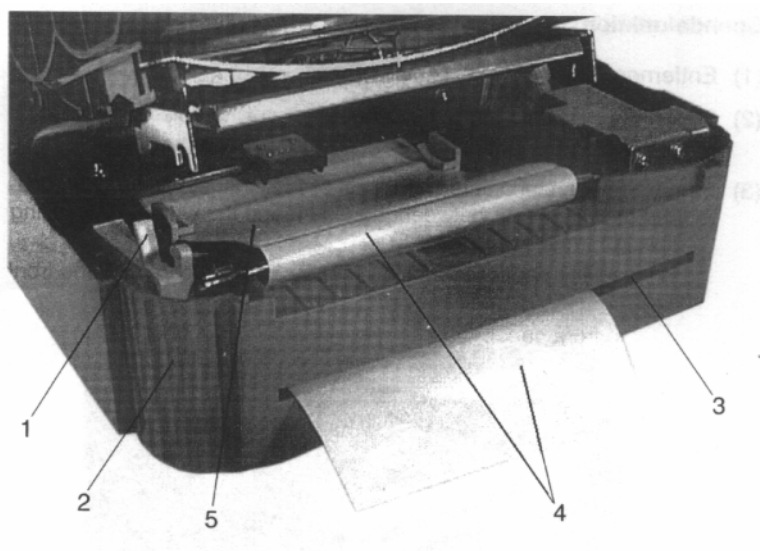

Abbildung 8 / LabelMax bereit für Spendefunktion
- (3) Fügen Sie das Liner Papier durch die dafür vorgesehene Öffnung in der Frontplatte wie in Abb. 8 gezeigt.